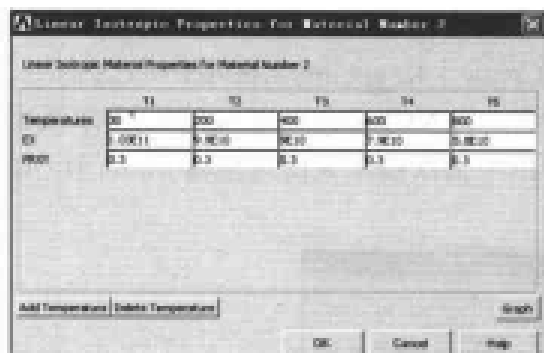

图 13-74 输入钢的弹性模量和泊松比对话框
(8) 在 Define Material Model Behavior 对话框中选择 Material | New Model 命令, 出现 Define Material ID 对话框, 在 Define Material ID 文本框中输入 2, 单击 OK 按钮关闭该对话框。
(9) 在 Material Models Available 列表框中依次双击 Thermal、Conductivity、Isotropic 选项, 出现 Conductivity for Material Number 2 对话框, 在文本框中输入导热系数 383, 单击 OK 按钮关闭该对话框。
(10) 在 Material Models Available 列表框中依次双击 Structural、Thermal expansion、Secant Coefficient、Isotropic 选项, 出现 Thermal Expansion Secant Coefficient for Material Number 2 对话框, 在 ALPX 文本框中输入线膨胀系数 $1.75\text{E-}5$, 单击 OK 按钮关闭该对话框。
(11) 在 Material Models Available 列表框中依次双击 Structural、Density 选项, 出现 Density for Material Number 2 对话框, 在 DENS 文本框中输入密度 8900, 单击 OK 按钮关闭该对话框。
(12) 在 Material Models Available 列表框中依次双击 Structural、Thermal、Specific Heat 选项, 出现 Specific Heat for Material Number 2 对话框, 在 C 文本框中输入比热 390, 单击 OK 按钮关闭该对话框。
(13) 在 Material Models Available 列表框中依次双击 Structural、Linear、Elastic、Isotropic 选项, 出现 Linear Isotropic Properties for Material Number 2 对话框, 单击 Add Temperature 按钮 4 次, 参照图 13-74 对其进行设置, 单击 OK 按钮关闭该对话框。